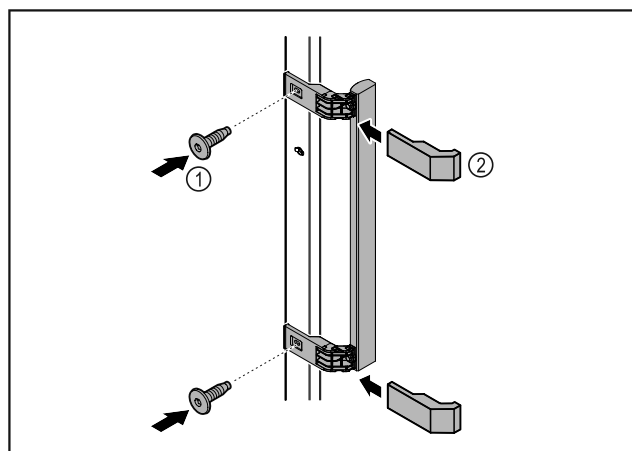

Fig. 6
- ▶ Atașați mânerul din pachetul de accesorii la ușa cu ajutorul șuruburilor incluse Fig. 6 (1).
- ▶ Aplicați capacul Fig. 6 (2).